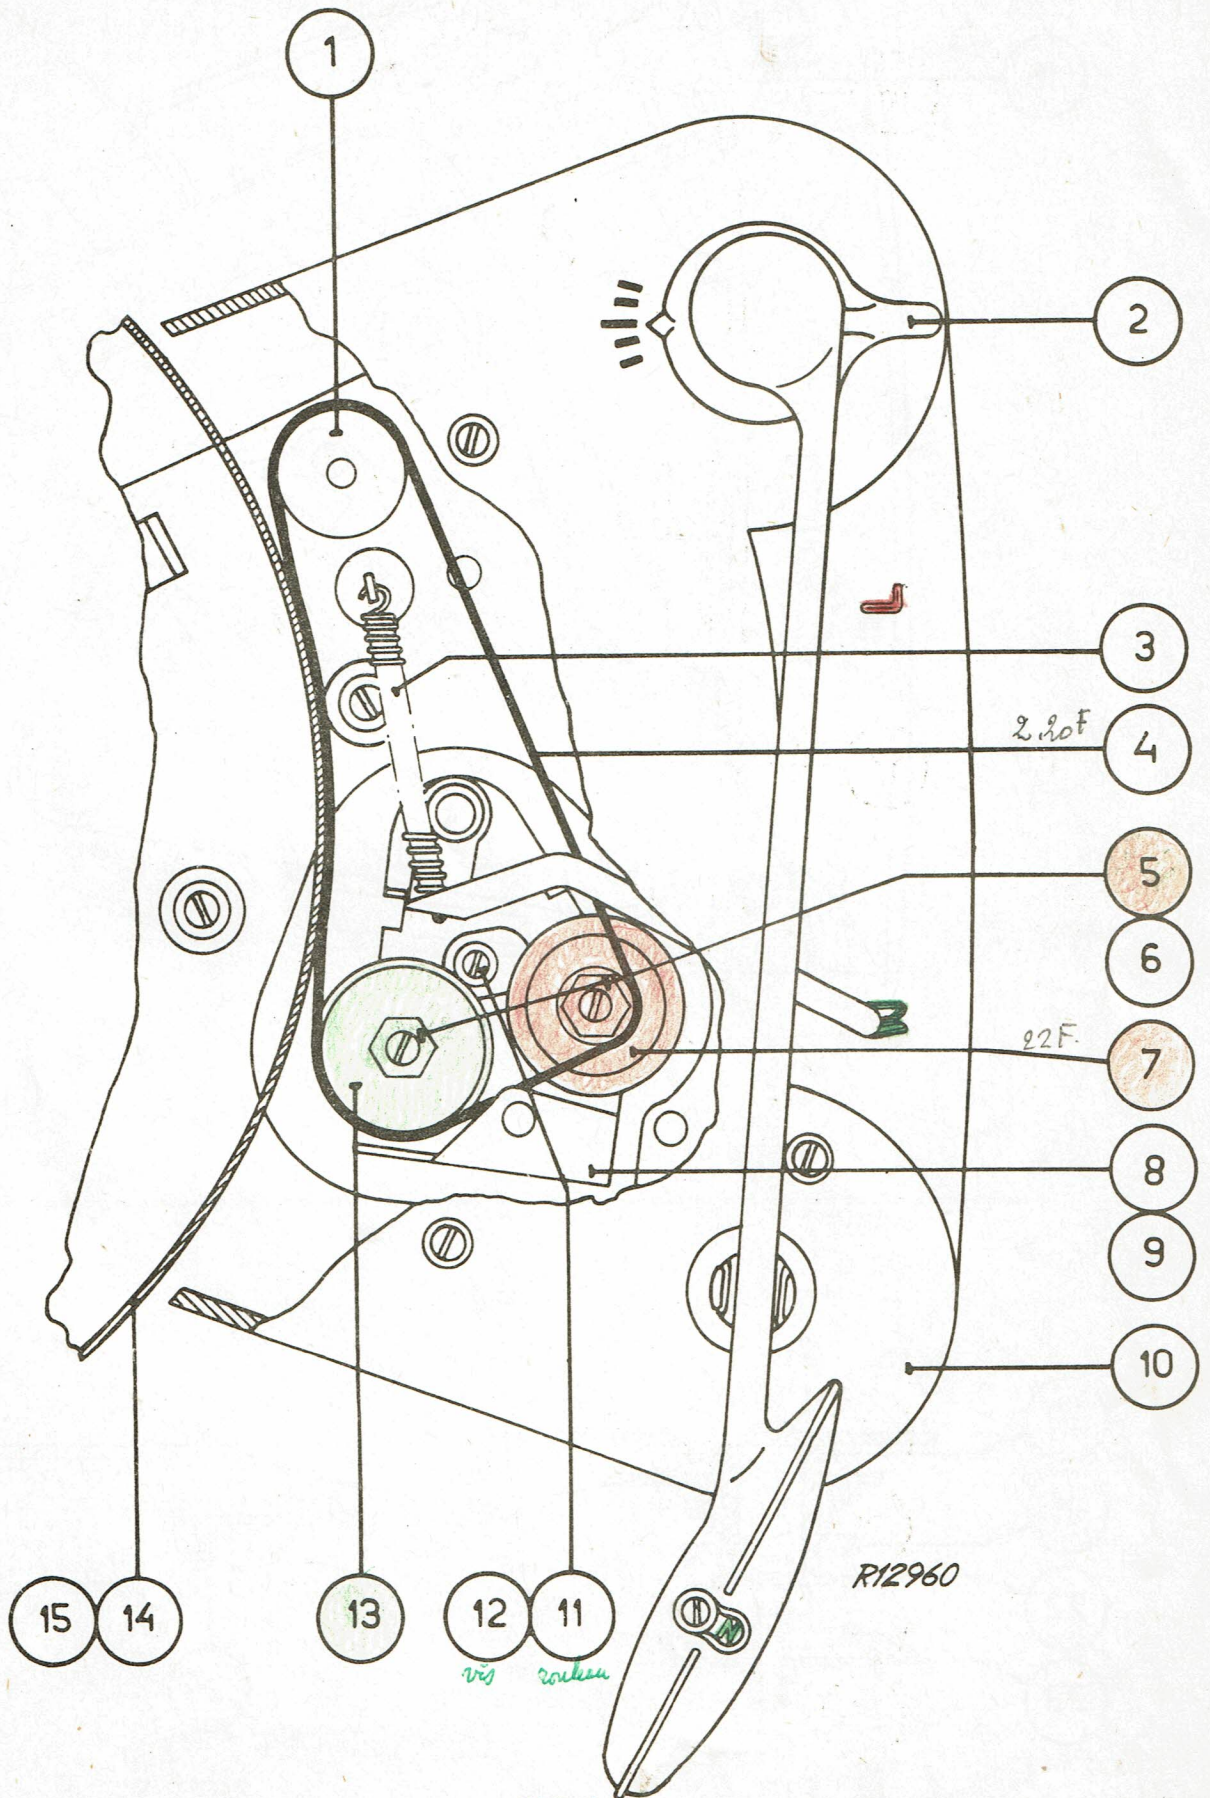

FIG. 1
Les roues d'entraînement et la poulie intermédiaire peuvent être retirés sans plus de l'axe. On peut retirer le rouleau conique de l'axe moteur après avoir enlevé ou dévissé la petite vis qui s'y trouve. (fig.1)
Lors du changement de vitesse de 33 1/3 à 78 tours/minute et inversément, il se peut que l'oeillet du ressort 49.935.42.1 (pos. 3, fig. 1) ne glisse pas dans les rainures du levier de vitesse et reste accroché (pos. 8 de la fig. 1 de la documentation Service), ce qui provoque un mauvais entraînement du tourne-disques.